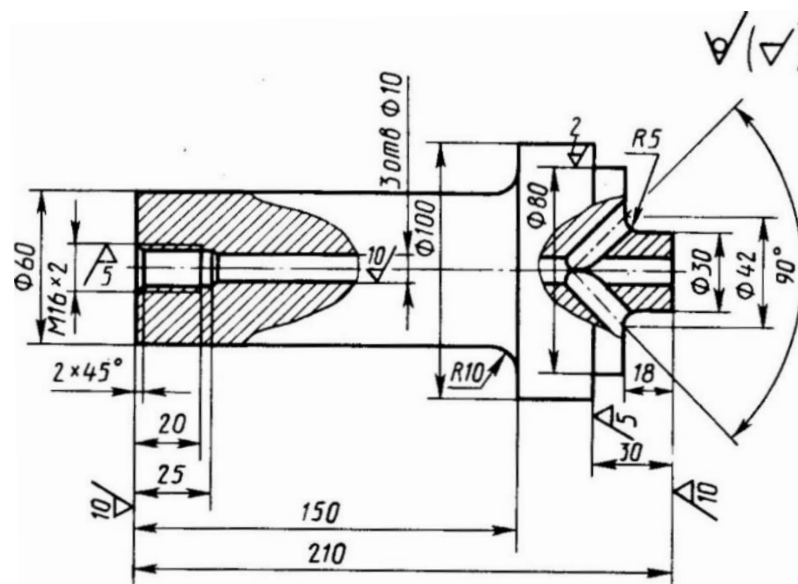

Рис. 25
В начале технологической части в соответствии с вариантом задания приведите чертеж детали (рис. 25–34). Следует учесть, что на рис. 25–34 изображены детали, полученные после механической обработки поковок, чертежи которых разрабатываются студентами в процессе выполнения задания.
2. Разработайте процесс изготовления поковки детали (рис. 25) методом ковки на паровоздушном ковочном молоте. При выполнении работы следует: описать сущность процесса ковки и указать области ее применения; изобразить схему молота и описать его работу; установить температурный интервал ковки, вид нагревательного устройства и привести схему печи; составить чертеж поковки и определить ее массу; привести эскизы переходов ковки и применяемого инструмента; с учетом технологических отходов определить объем, массу и длину исходной заготовки, указать способ ее получения; описать механизацию процесса ковки. Материал детали – сталь 40Х.